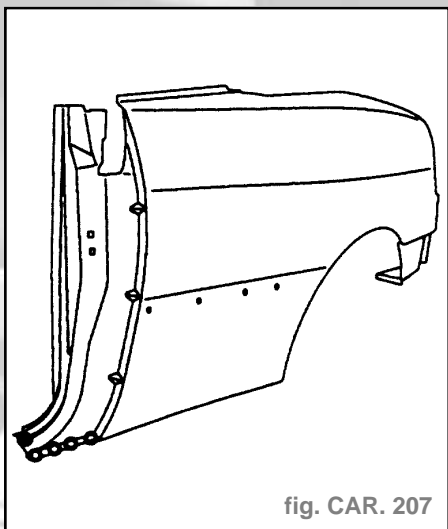

fig. CAR. 207
- Percer à diamètre **6,5 mm** pour soudage ultérieur par points bouchons (fig. CAR. 207).